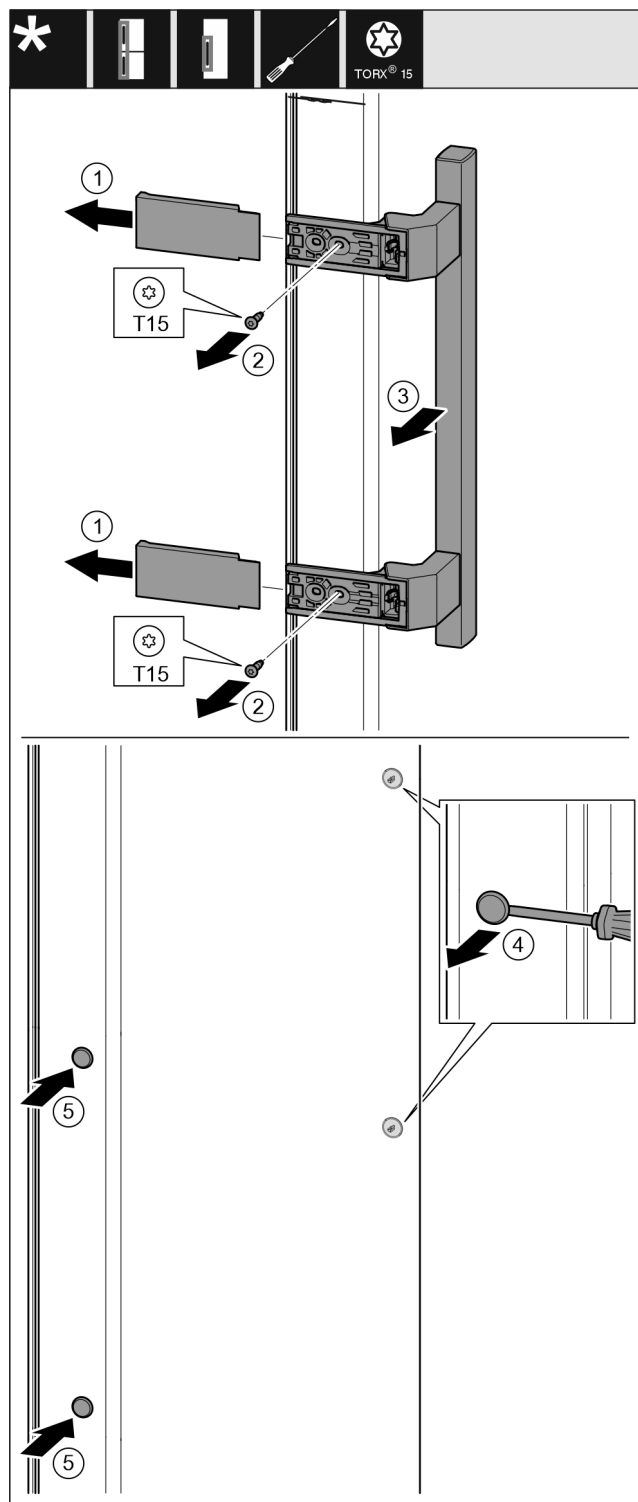

Fig. 14
- 拆下盖板。Fig. 14 (1)
- 用 T15 螺丝刀将螺钉旋出。Fig. 14 (2)
- 取下把手。Fig. 14 (3)
- 用带槽螺丝刀小心地提起侧边的堵头并将其拉出。Fig. 14 (4)
- 将堵头重新放入另一个侧。Fig. 14 (5)